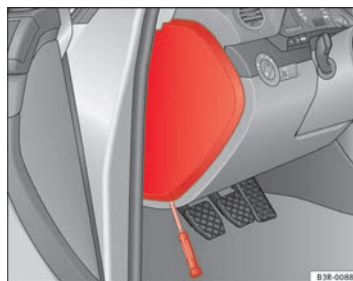

Abb. 186 Links in der Instrumententafel: Abdeckung des Sicherungskastens
- Zum Öffnen des Sicherungsdeckels ⇒ Seite 266, Abb. 186 einen Schraubendreher benutzen.